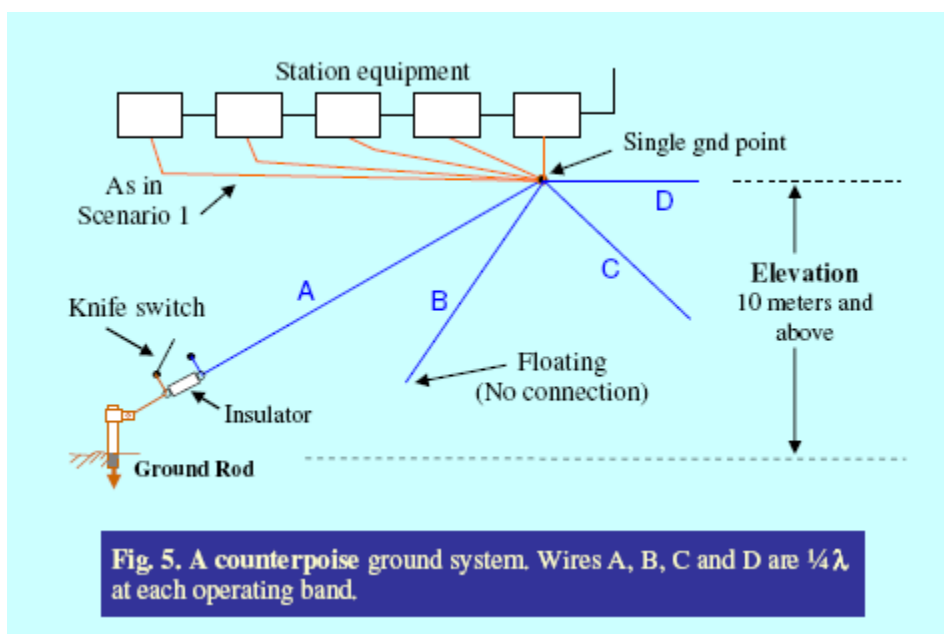

Figure 5.
Las técnicas de tierra son tan antiguas como la edad de la radio. El uso de esta técnica data desde 1895 Es utilizada efectivamente cuando la tierra física conduce pobremente. Pero como la antena necesita una tierra de radiofrecuencia para propagarse eficientemente a esa altura mayor sobre la tierra física (lo cual escapa a este artículo pero que será cubierto en futuras publicaciones), puede instalarse para ejecutar las dos funciones. Esto es proveer una tierra artificial para la antena cuando está elevada sobre la tierra física y mantener la radiofrecuencia lejos de los equipos de la estación. La configuración se muestra en la Fig. 5 más abajo
2. Conecte una punta de cada cable al punto común del cable de tierra (vea Fig. 5).